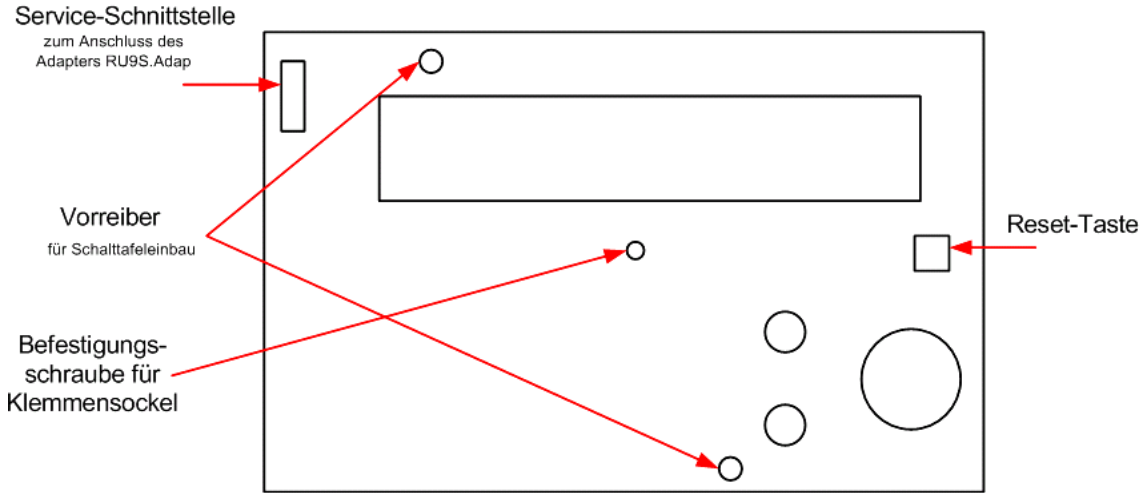

Abb. 2: Service- Ebene
9. Befestigungsschraube für Klemmsockel mit einem Kreuzschlitzschraubendreher einschrauben (siehe Abb.2).
9. Befestigungsschraube für Klemmensockel mit einem Kreuzschlitzschraubendreher einschrauben (siehe Abb. 2).
8. Befestigungsschraube für Klemmensockel mit einem Kreuzschlitzschraubendreher einschrauben (siehe Abb. 2).
4. Befestigungsschraube für Klemmensockel mit einem Kreuzschlitzschraubendreher lösen (siehe Abb. 2).